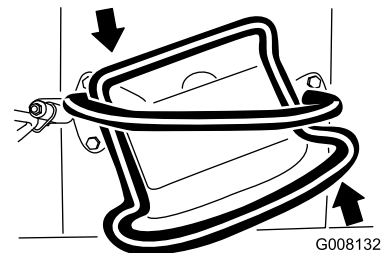

Figura 10
- Para girar a la izquierda, gire el control de tracción en el sentido contrario a las agujas del reloj (Figura 10).